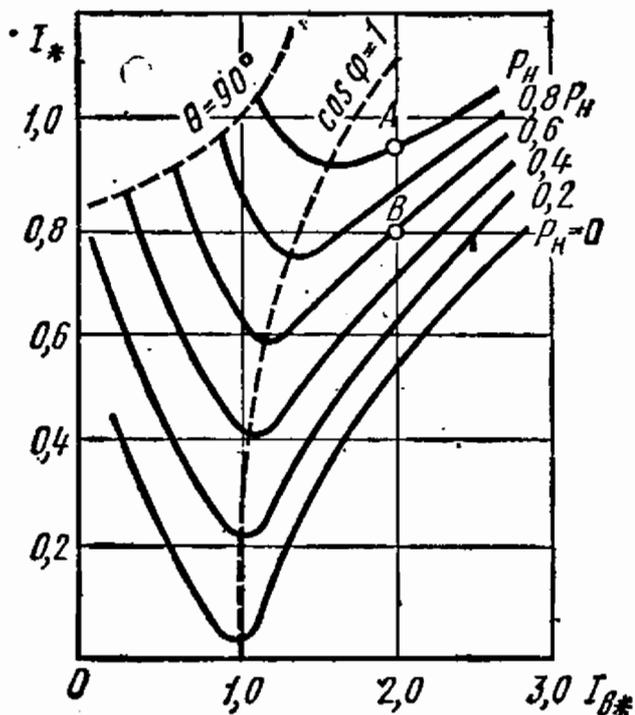

Рис. 16.7
16.7. На рис. 16.7 изображены U-образные характеристики синхронного двигателя, построенные в относительных единицах, $I_* = I / I_n$ и $I_{B*} = I_B / I_{B0}$.